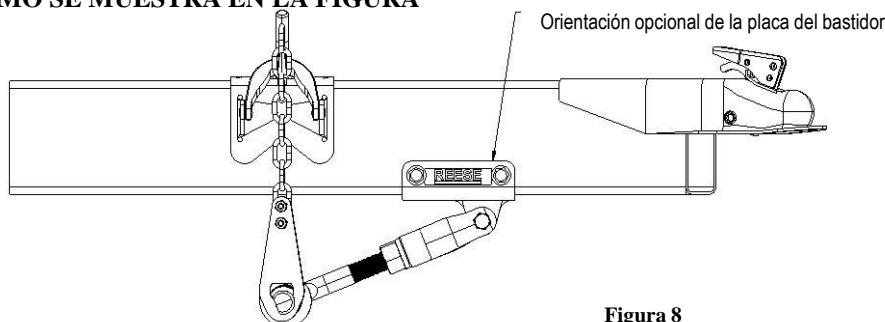

Figura 8
6. Coloque la placa del bastidor en la dimensión que se muestra para su tipo de kit de distribución de peso (estilo Trunnion o barra redonda). Acoplador estándar o instalado en la parte inferior). Mida desde la marca en el acoplador esférico hasta el centro del perno de pivote del brazo de leva como se muestra en la figura 6 ó 7 en la siguiente página. Si la placa del bastidor interfiere con cualquier parte del bastidor del remolque, la orientación se puede cambiar al alternar los lados, vea la figura 8 para la orientación opcional de la placa del bastidor. Mantenga el mismo acoplador centrado en el pivote del brazo de leva sin importar la orientación de la placa del bastidor.